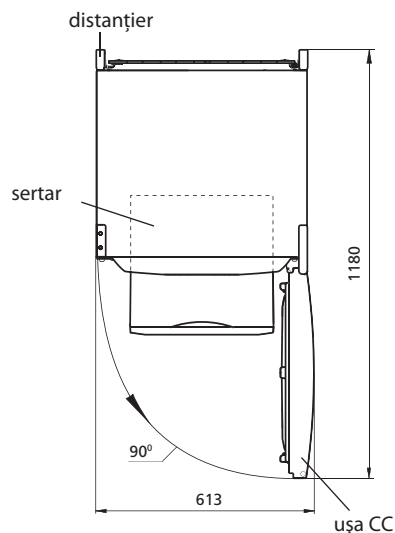

Figura 2 — Frigider (vedere de sus)
**1.6** Spațiul total necesar pentru funcționarea frigiderului se determină de dimensiunile de gabarit, indicate în milimetri în figura 2. Pentru extragerea liberă a componentelor din frigider este necesar de deschis ușa la unghiul nu mai mic de 90°.